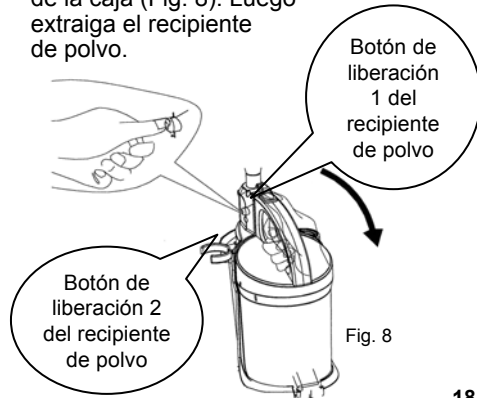

Fig. 8
1. Para retirar el recipiente de polvo, primero presione el botón de liberación del recipiente de polvo (1) que se ubica en el mango del recipiente de polvo y al mismo tiempo presione el botón de liberación del recipiente de polvo (2) que se ubica al costado de la parte superior de la caja (Fig. 8). Luego extraiga el recipiente de polvo.